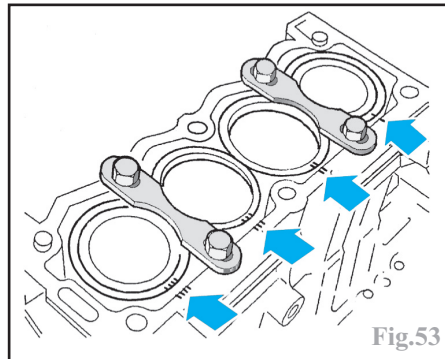

Fig.53
- le vilebrequin (5) avec les coussinets et les cales de réglage (6).
- les brides de maintien des chemises (Fig.53).
Repérer la position de chaque chemise par rapport au carter-cylindres, à l'aide d'un feutre indélébile (Fig.53).
mises soient alignés avec ceux du carter-cylindres (Fig.53).
- mettre en place les brides de maintien des chemises (outils Citroën 81132-T.A1.) munies de vis M10 x 1.5 et de 40 mm de longueur (Fig.53).